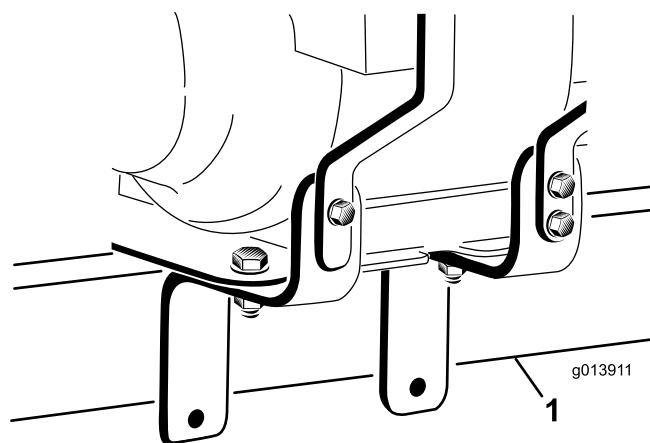

Bild 5
2. Batteriebefestigungsschraube (2)
19. Da der Motor schwer ist, kann die Platzierung dieses Teils schwer sein. Setzen Sie den Motor (mit einer anderen Person) auf das Anbauvorrichtungrohr des ProPass. Stellen Sie sicher, dass die Motorbefestigungshalterungen beiderseits vom Anbauvorrichtungrohr (Bild 5) liegen, und dass die Rückseite der Motorbefestigungsplatte ca. 25 mm vom Anschluss des ProPass-Anbauvorrichtungrohr ist (Bild 6).